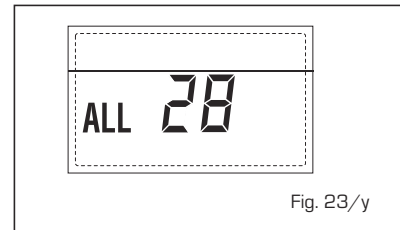

Fig. 23/y
**- ANOMALÍA NÚMERO TARJETAS CONECTADAS "ALL 29" (fig. 23/z)**